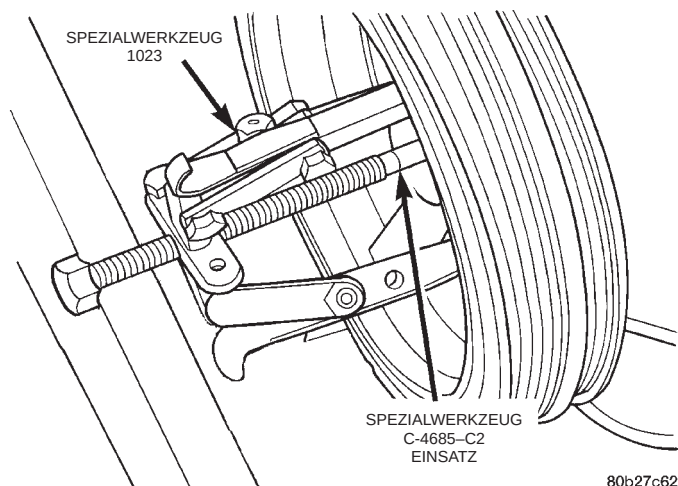

Abb. 64 Schwingungsdämpfer/Kurbelwelle ausbauen
(1) Minuskabel (-) vom Zusatz-Überbrückungsanschluss abklemmen.
(2) Oberen Kühlerquerträger ausbauen. Näheres hierzu siehe Kapitel 23, "Karosserie".
(3) Lüftereinheit ausbauen. Näheres hierzu siehe Kapitel 7, "Kühlsystem".
(4) Antriebsriemen für Zusatzaggregate ausbauen. Näheres hierzu siehe Kapitel 7, "Antrieb für Zusatzaggregate".
(5) Schwingungsdämpfer/Kurbelwelle beim Herausdrehen der Zentralschraube mit Spezialwerkzeug 8191 blockieren.
(6) Mit Abzieher 1023 und Einsatz C-4685-C2 den Schwingungsdämpfer/Kurbelwelle ausbauen (Abb. 64).